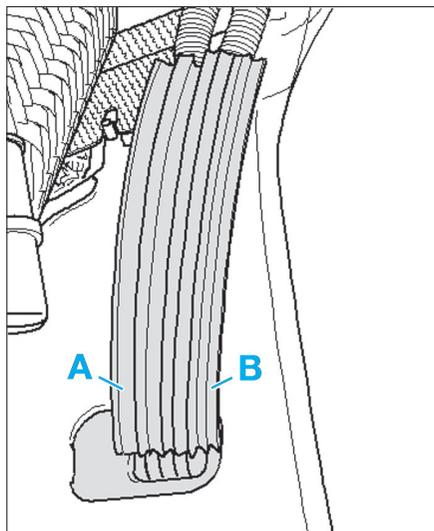

Fig. 23
Le câble de commande (A) et le câble de sélection (B) doivent être visibles (Fig.23). S'il n'est pas possible de repousser la tôle pare-chaleur, déposer le catalyseur et la tôle pare-chaleur avant.
- Soulever à cet effet la languette avec un tournevis en (5) et pousser sur le segment d'arrêt pour l'expulser en (6).
- Retirer le câble de commande (3) et de sélection (4) du logement du levier de vitesses.
Le câble de commande (A) et le câble de sélection (B) doivent être visibles (Fig.23). S'il n'est pas possible de repousser la tôle pare-chaueur, déposer le catalyseur et la tôle pare-chaueur avant.